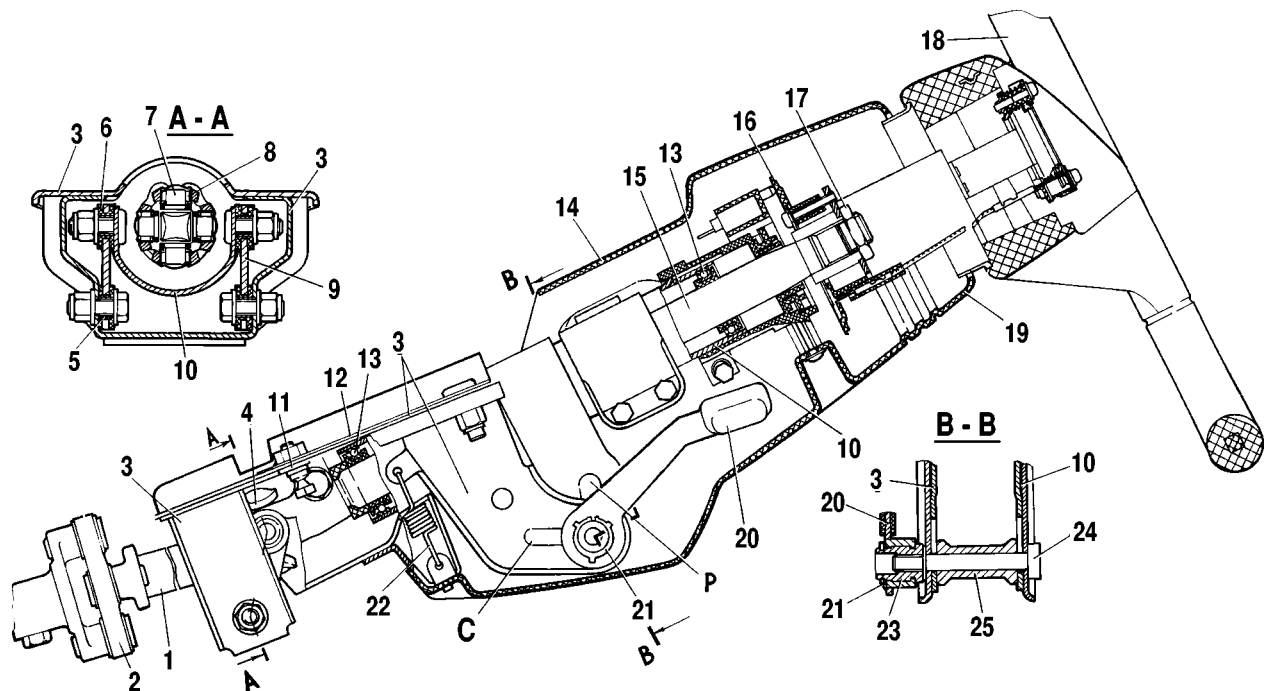
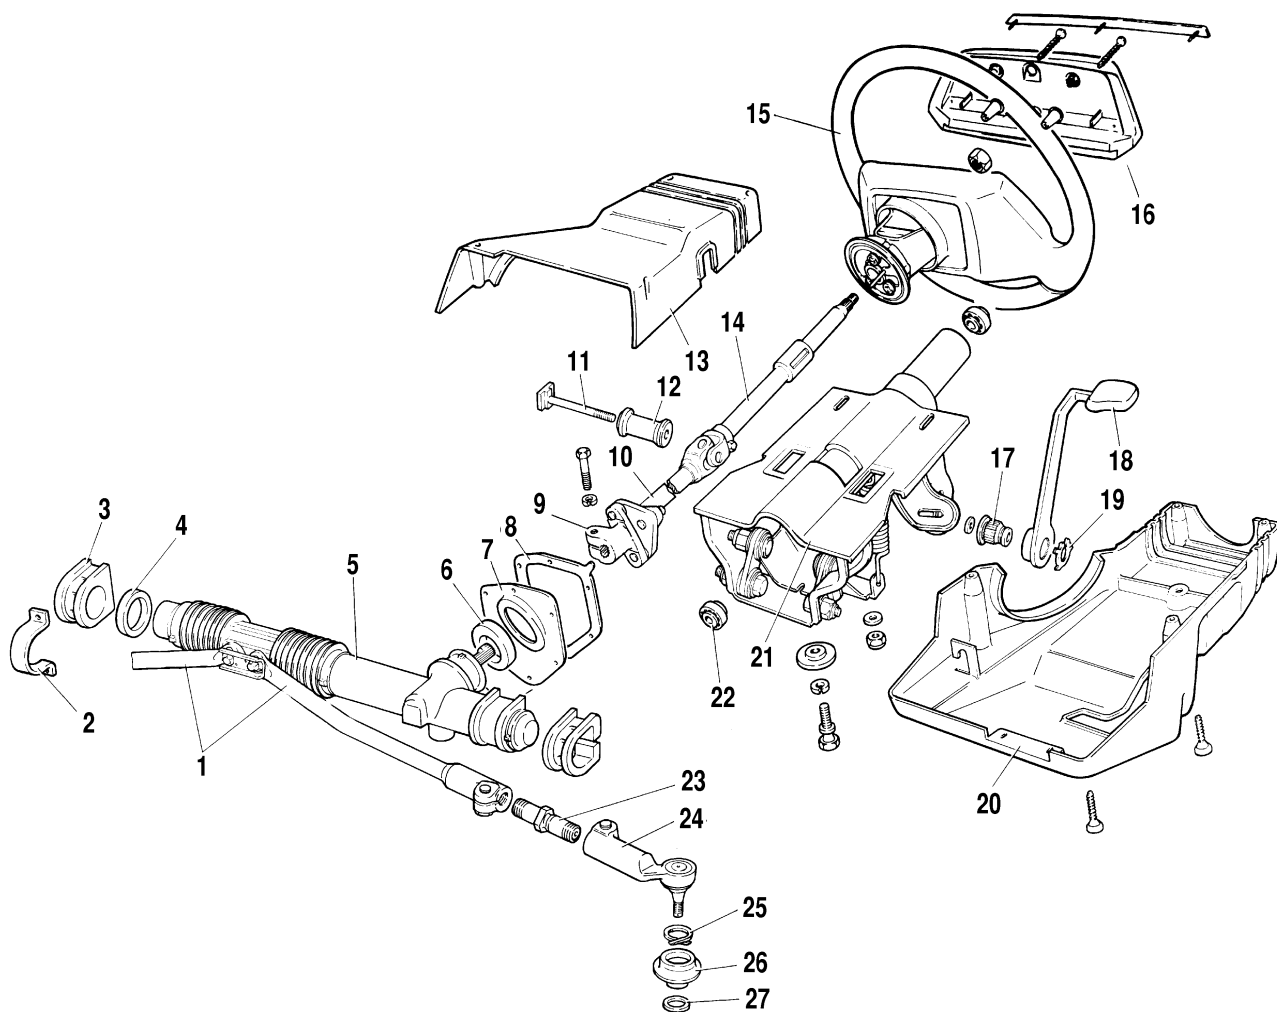

Abb. 5-2. Lenksäule:
Abb. 5-3. Bestandteile der Lenkung:
Die zweiteilige Lenksäule setzt sich aus der oberen Welle 15 (Abb. 5-2) und der Zwischenwelle 1 zusammen, die über ein Kreuzgelenk 4 miteinander verbunden sind. Die Zwischenwelle wird mit dem Antriebsritzel mit Flansch 9 (Abb. 5-3) über eine elastische Muffe gekoppelt. Die obere Welle liegt im Rohr 10 des Lenkungsbocks 3 (Abb. 5-2), auf zwei Kugellagern 13 gelagert, die an ihren inneren Paßdurchmessern elastische Hülsen haben.
- die Lenksäulenverkleidungen 13 und 20 (Abb. 5-3) abnehmen;